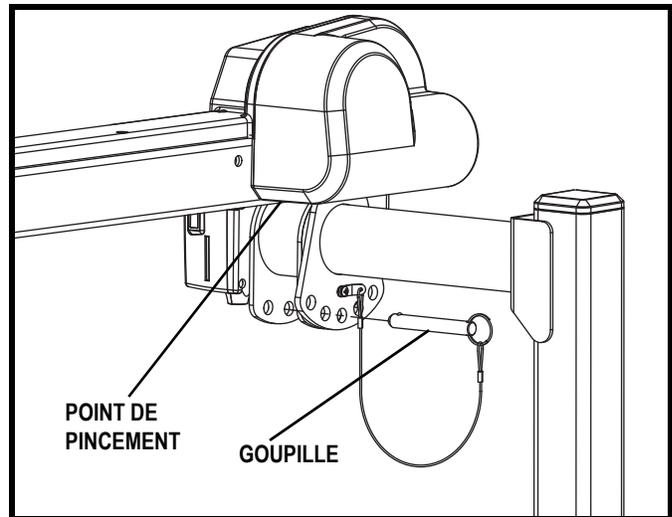

Figure 4. Sécuriser la flèche
NOTE: *L'angle de la flèche peut être réglé pour tenir compte de certaines limitations d'hauteur. Voir la figure 4.*
2. Retirer la goupille de verrouillage située entre la flèche et le montant supérieur. Guider la flèche vers le haut ou vers le bas jusqu'à la position désirée. **Voir la figure 4.**
3. Réinsérer la goupille de verrouillage dans la partie supérieure du montant supérieur pour fixer la flèche en place. **Voir la figure 4.**